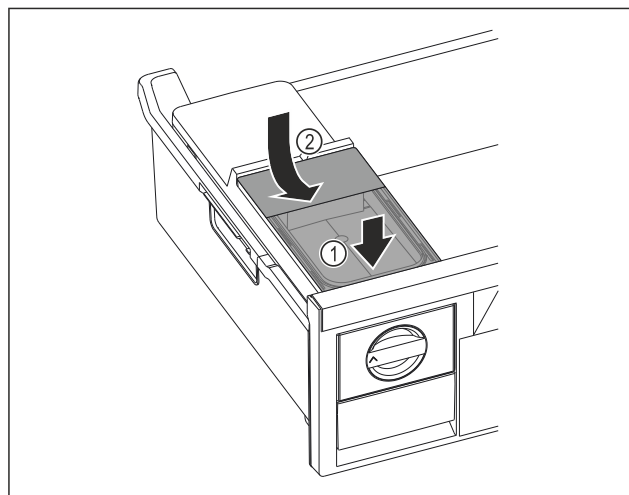

Fig. 99
- ▶ Установите бак для воды спереди. Fig. 99 (1)
- ▶ Опустить бак для воды сзади. Fig. 99 (2)